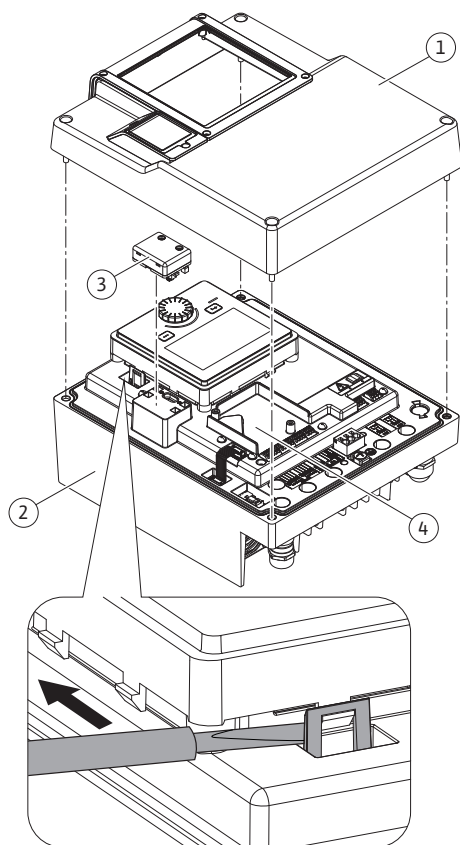
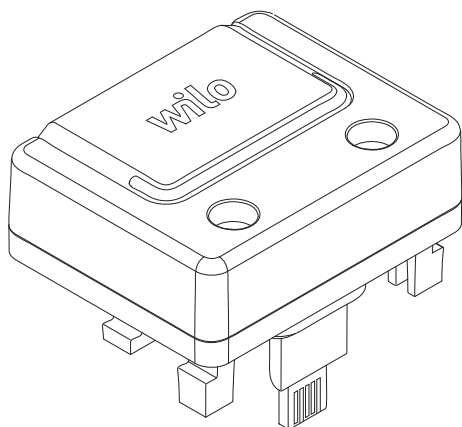

Fig. 25: Elektronikamodul
Fig. 26: Wilo-Smart Connect BT modul
1. A horgokat (Fig. 25) óvatosan nyissa ki egy szerszám (pl. csavarhúzó) segítségével.
A Wilo-Smart Connect BT modul Bluetooth- interfész (Fig. 25, 3. poz. és Fig. 26) mobil vég-eszközökhöz való (pl. okostelefon és tablet) csatlakozásra szolgál. A Wilo-Assistant alkalmazásban található a Wilo-Smart Connect funkció. A Wilo-Smart Connect funkció segítségével tudjuk elvégezni a szivattyú beállítását, kezelését és a szivattyú adatainak leolvasását. A beállításokat lásd az „Üzembe helyezés” [► 48] fejezetben.
1. Lazítsa meg az elektronikamodul felső részének négy csavarját (Fig. 25, 1. poz.; Fig. I, 2. poz.).
3. Dugja be a Wilo-Smart Connect BT modult az erre szolgáló Wilo-Connectivity interfész-be. Lásd: Fig. 25, 3. poz.
A CIF-modulok (tartozék) a szivattyúk és az épületfelügyelet közti kommunikációra szolgálnak. A CIF-modulokat az elektronikamodulra kell dugni (Fig. 25, 4. poz.)